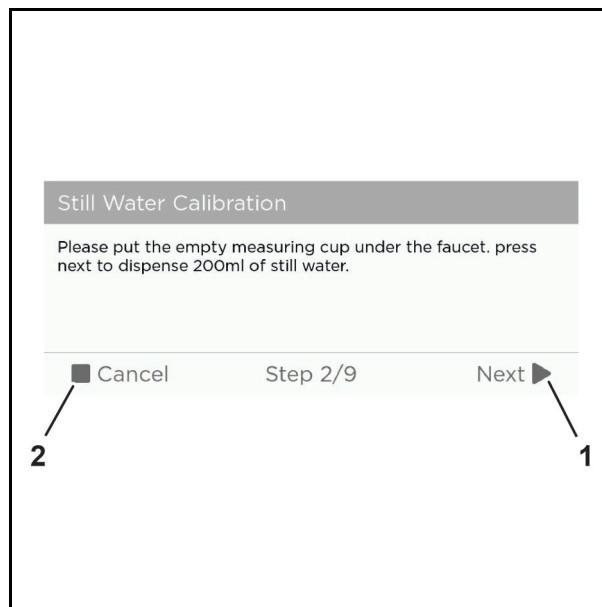

Abb. 65 Beispielgrafik
3. Tippen Sie auf die Schaltfläche "Next" (Abb. 65/1), um mit der Kalibrierung fortzufahren oder "Cancel" (Abb. 65/2), um die Kalibrierung abbrechen.